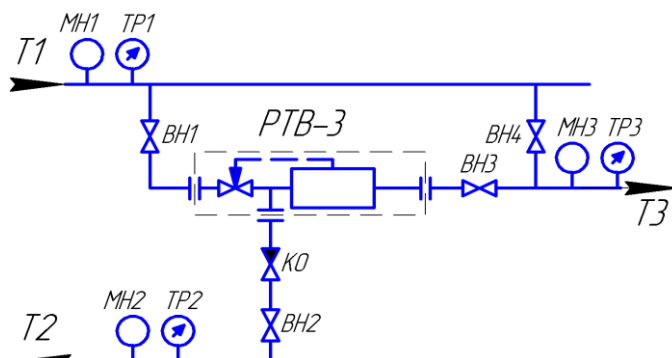

Рис. 3
5.4.1. Схема установки регулятора в системах с открытым водоразбором приведена на рис.3. С увеличением температуры ГВС подмес воды из Т1 уменьшается и температура в Т3 сохраняется на уровне настроенной (с учетом п.2.8. данного руководства). **Температура в Т3 не может быть настроена ниже температуры в Т2.**